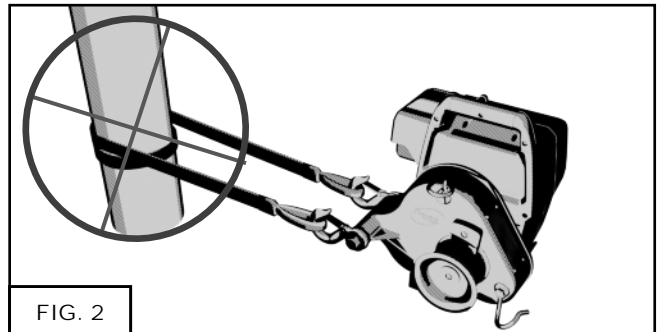

FIG. 2
Ännu bättre är att använda en pålstek med dubbel rundtörn (fig. 2) vilket bevarar cirka 75 procent av linans kapacitet.
NÄR DU INSTALLERAR VINSCHENS FÖRANKRINGSSLINGA, LÄGG INTE SLINGAN ETT FULLT VARV RUNT FÖRANKRINGSPUNKTEN (FIG. 2 NEDAN). ATT SLÅ SLINGAN ETT FULLT VARV HINDRAR VINSCHEN FRÅN ATT PLACERA SIG I LINJE MED LASTEN PÅ ETT KORREKT SÄTT. DET SKAPAR ÄVEN OJÄMN BELASTNING PÅ KROKARNA.
- 3) Fig. 2: Stoppa vinschen innan knopen når fram, då knopen inte kan passera vinschen utan kommer att orsaka lintrassel.